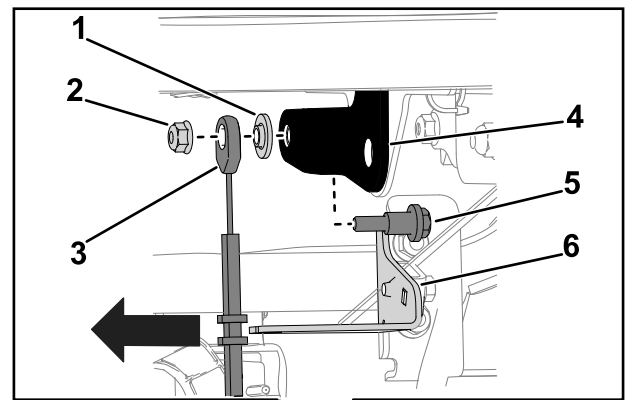

Bild 4
4. Entfernen Sie die Bundmutter ($\frac{1}{4}$ ") und die Ansatzschraube ($\frac{1}{4}$ " x 1"), mit denen der Bowdenzug des Hydrostatikantriebs am Geschwindigkeitsschalthebel befestigt ist. Bewahren Sie die abgestufte Unterlegscheibe (Bild 4) auf.
5. Entfernen Sie den Bowdenzug des Hydrostatikantriebs von der Halterung des Gaszugkabels und der hinteren Abdeckung (Bild 4).